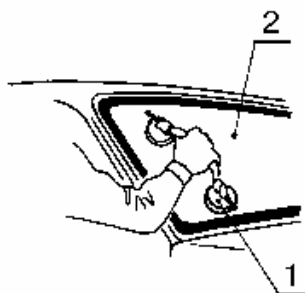

Рис.27. Установка стекла с помощью держателей:
12.2.11 Убедиться в надежности крепления держателей 1, рис.27, на стекле, установить стекло с окантовкой в сборе на проем окна, обеспечив равномерный зазор по верхней и боковым сопрягаемым кромкам проема стекла, как показано на рис.22. Максимально допустимое время выдержки нанесенного клея до установки стекла на кузов составляет 15...20 минут.